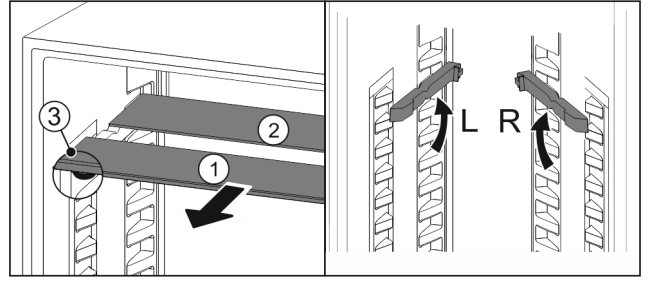

Fig. 97
- Cam plakaları münferit olarak öne doğru çekip çıkarın Fig. 97 (1).
- ▷ Süs çıtalı cam plaka Fig. 97 (1) önde yer alıyor.
- ▷ Durdurucular Fig. 97 (3) aşağı bakıyor.